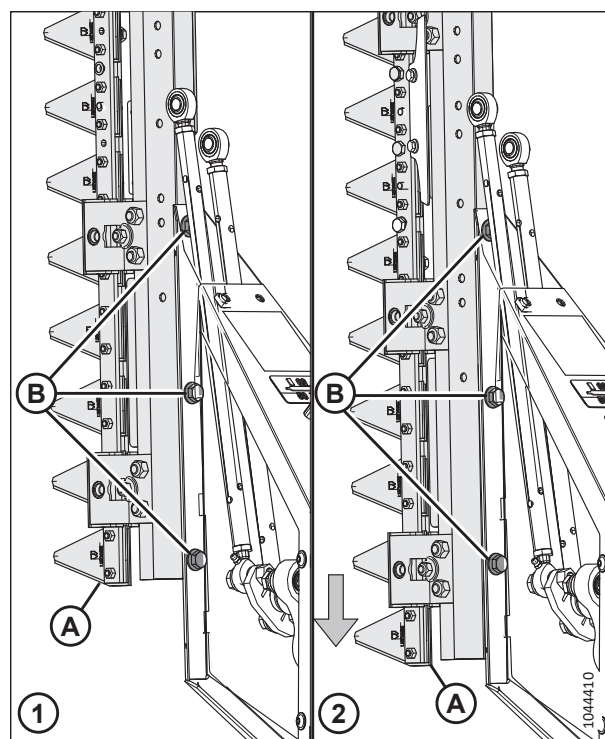

Рисунок 4.378: Регулировка положения ножа
16. Переставьте нож (А) в сборе так, чтобы отверстия надлежащей конфигурации совпали с отверстиями на раме. См. рис. 4.378, страница 479.